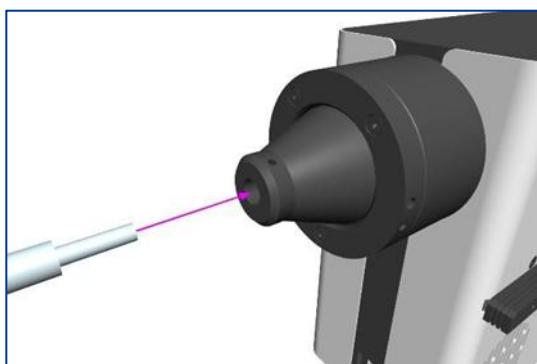

Figura 14
1. Inserire l'estremità libera di una guida luminosa liquida da 3 mm nella sorgente luminosa, assicurandosi che la guida luminosa sia completamente inserita nel cilindro di uscita della sorgente luminosa (Figura 14)